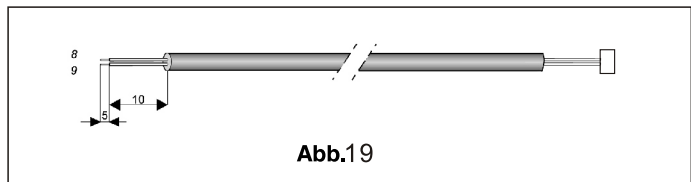

Abb.19
5. Bereiten Sie Ende des Doppelader Kabels zum Verbinden wie in Abb.19 vor.
6. Trennen Sie den Widerstand(5) vom Doppelader Kabel der Inneneinheit (3) ab und verbinden Sie statt dessen den Kabelverbindungsstecker des Doppelader Kabels(6).